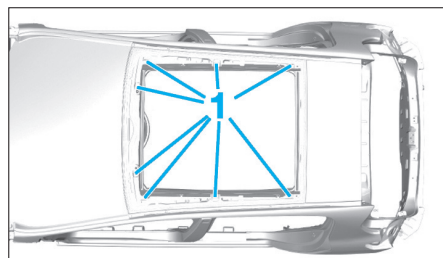
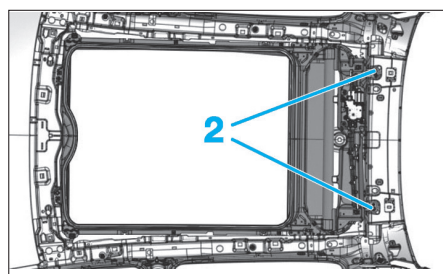

Fig. 127
Fig. 128
- Déposer les vis (1) et (2) (Fig.127) et (Fig.128).